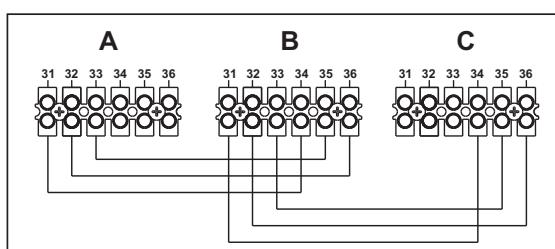

fig. 53 - Collegamento in cascata
- Collegare i moduli come mostrato in fig. 53 (**esempio con 3 moduli**)
Se questo non avviene, togliere alimentazione elettrica e controllare il cablaggio in fig. 53.